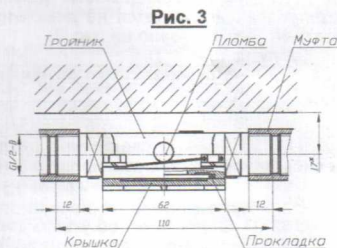

Рис. 3
11.3 При необходимости демонтажа счетчика для ремонта или поверки тройник с газопровода допускается не демонтировать, установив на него крышку, прокладку и затянуть 4 болта М6, как показано на рис. 3.